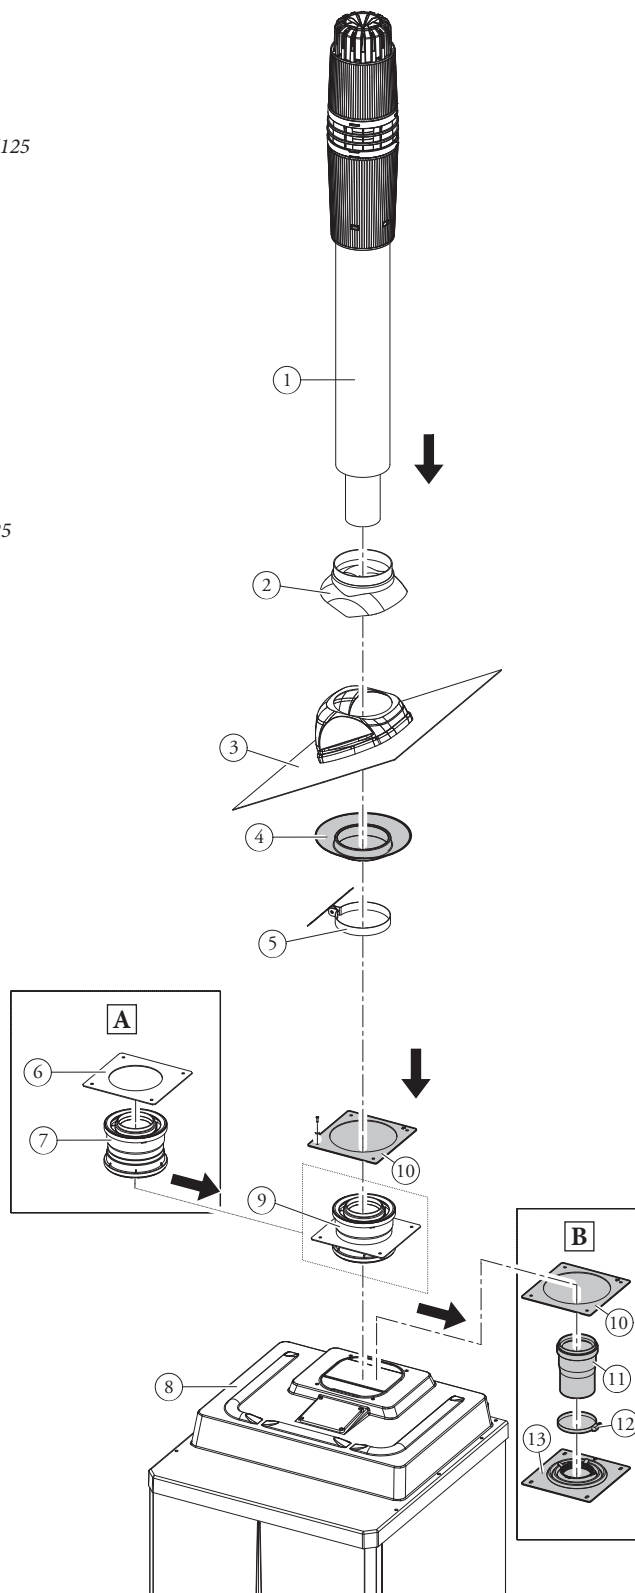

Fig. 2
La caldaia di alta potenza ($P_n > 35$ kW) esce di fabbrica in configurazione tipo "B₂₃" (camera aperta e tiraggio forzato); per cambiare la configurazione della caldaia in tipo "C" (camera stagna e tiraggio forzato) occorre smontare l'adattatore Ø 80, la squadretta e la guarnizione presente sul coperchio della caldaia. Questo particolare terminale consente lo scarico fumi e l'aspirazione dell'aria necessaria alla combustione in senso verticale. Per le caldaie domestiche ($P_n < 35$ kW) fare riferimento alla Fig. 2
(Fig. 2): in caso di installazione su una caldaia a bassa potenza ($P_n < 35$ kW), sostituire il gruppo adattatore scarico fumi (9) con l'adattatore flangiato Ø 80/125 presente all'interno del kit optional adattatore flangia Ø 60/100 innesto Ø 80/125 F da acquistare a parte.
This specific terminal enables flue exhaust and air intake, necessary for combustion, in a vertical direction. For domestic boilers ($P_n < 35$ kW) please refer to Fig. 2
(Fig. 2): in case of installation on a low output boiler ($P_n < 35$ kW), replace the flue exhaust adapter unit (9) with the Ø 80/125 flanged adapter present inside the Ø 80/125 F coupling Ø 60/100 flange adapter optional kit to be purchased separately.